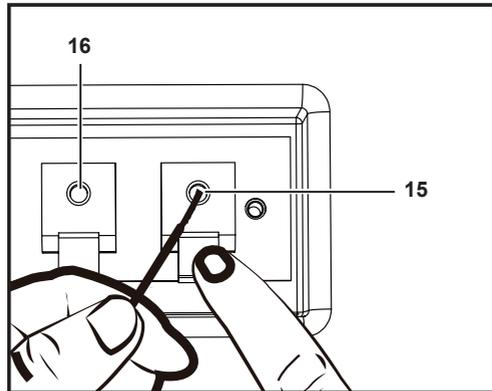

Fig. 22
- Pour brancher le câble périphérique (19) à ses bornes (15/16), abaisser les leviers rouge et noir pour exposer les bornes et insérer les extrémités torsadées du câble dans celles-ci (Fig. 22). Remettre en place les leviers pour fixer les câbles.